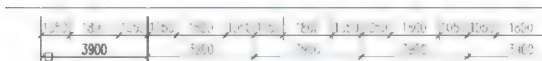

图 3.49 选择基准标注
(1) 执行菜单栏中的【标注】|【基线】命令，光标自动连接到刚刚所标注的尺寸线上，同样 AutoCAD 自动连接的标注不是所需要的标注，所以在指定第二条尺寸界线原点或[放弃(U)/选择(S)] 选择：提示下，按 Enter 键执行尖括号内的【选择】命令。
(2) 在选择基准标注：提示下，选择图 3.49 所示的 3900 尺寸线的左侧。